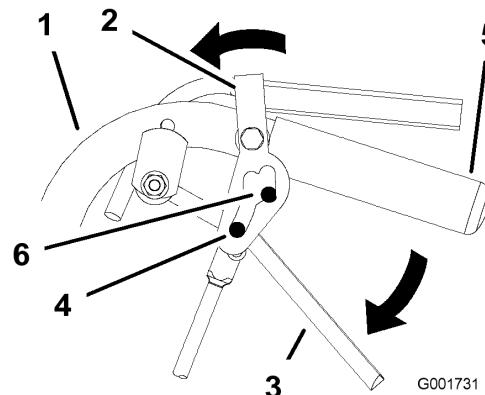

Figure 10
- Placez les pouces sur la partie supérieure des verrous et déplacez-les en avant jusqu'à ce que les ergots soient engagés dans le cran avant (Figure 10).